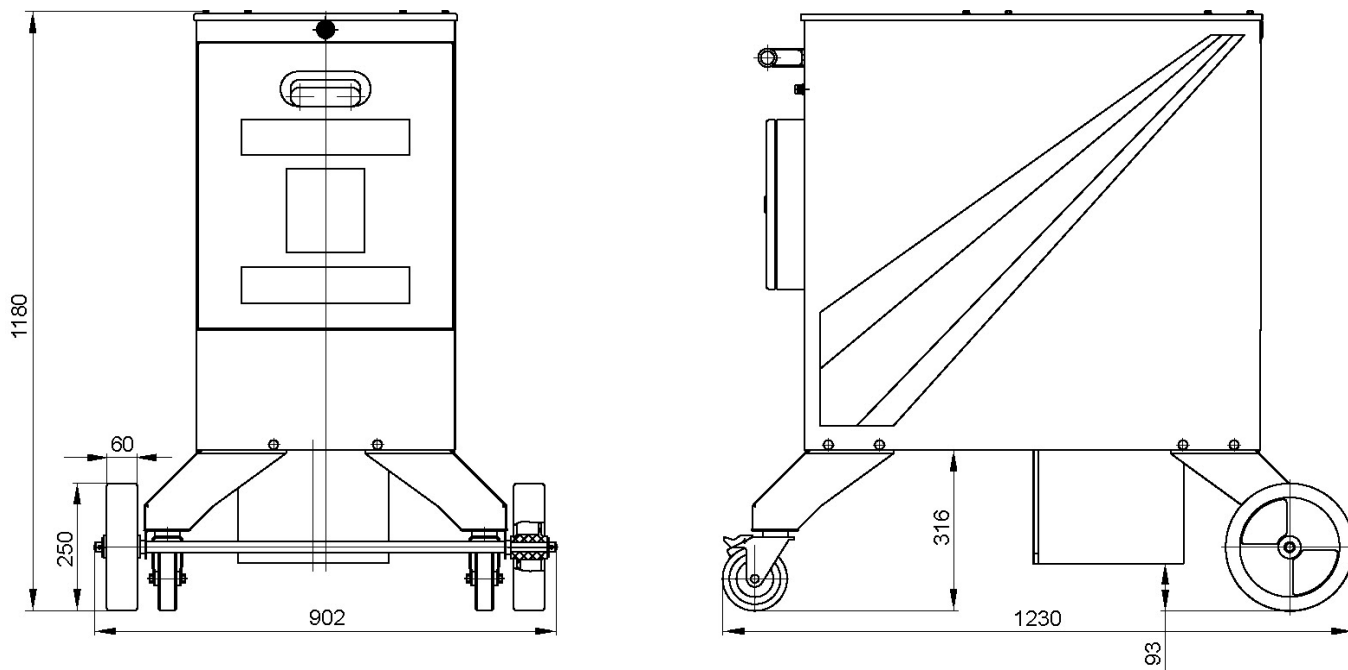

Рис. 4
4.1. Габаритные и присоединительные размеры (см. рис. 4)